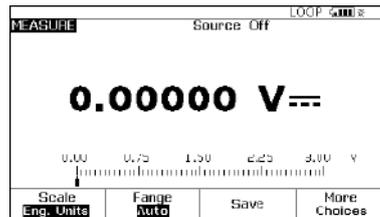

图 21.
5. 接着按“MEAS/ SOURCE”(测量/源出)按钮，现在处于输出屏幕(图 21)。